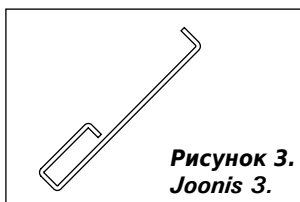

Рисунок 3.
**Внимание! При эксплуатации ручки нагревателя. Для открывания и закрывания дверцы топки и зольника используйте поставляемое приспособление (рисунок 3).**